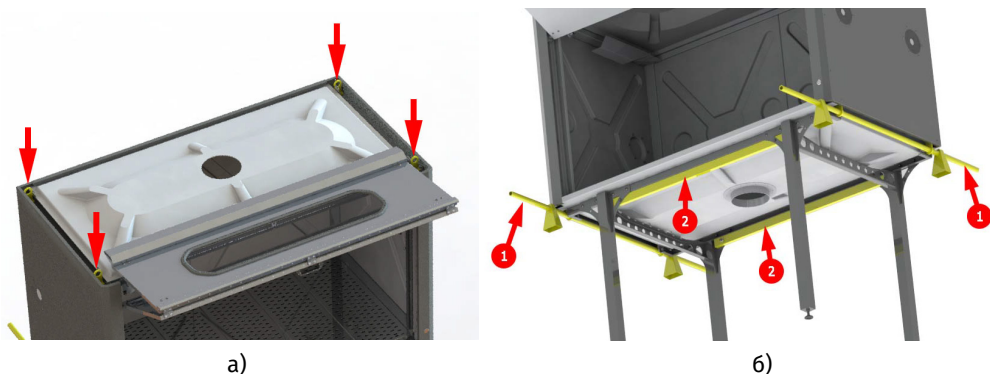

Рисунок 5
2. Модуль MS900С имеет проушины сверху (рис. 5а) для подъема краном и снизу для установки труб MS900С.19 для подъема при помощи четырех человек (поз. 1 рис. 5б), а также имеет транспортные трубы для перемещения погрузчиком (поз. 2 рис. 5б).